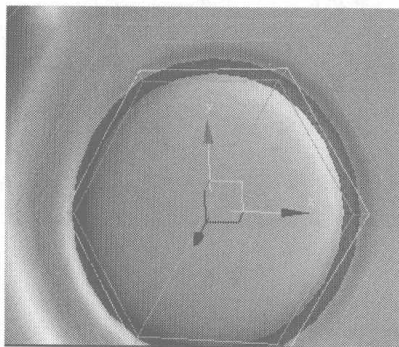
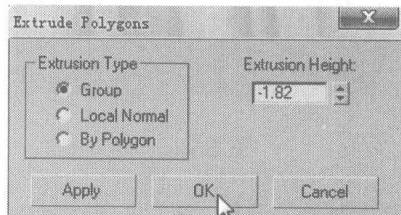

图 6.87
图 6.88
- 20** 在视图中选择如图 6.87 所示的面，在 Edit Polygons 卷展栏中单击 **Extrude** 右侧的小按钮，在弹出的对话框中设置挤压参数，如图 6.88 所示。